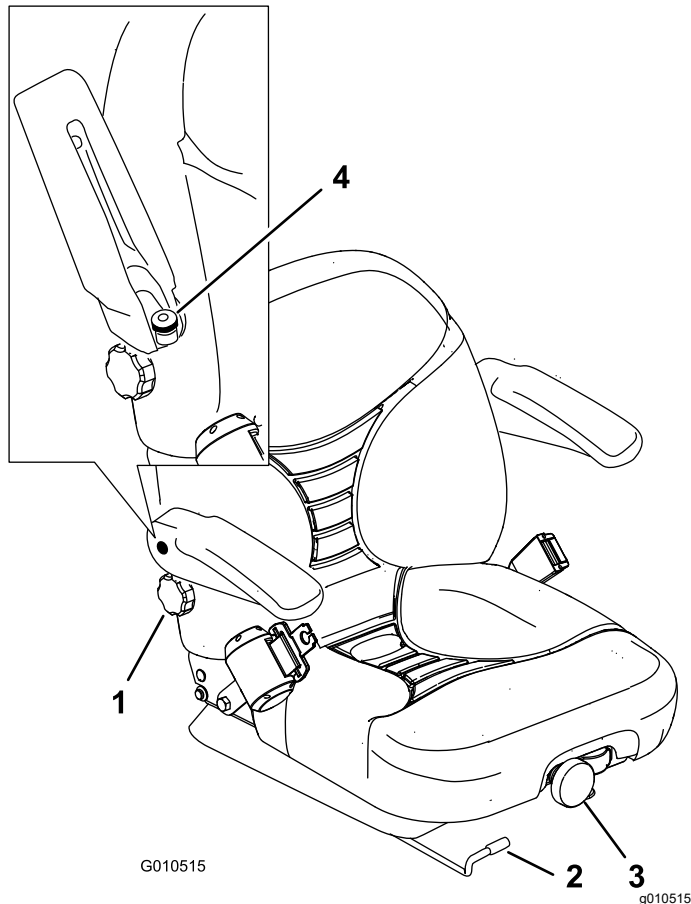

Figura 31
1. Mueva la palanca lateralmente para desbloquear el asiento (Figura 31).
Para ajustarlo, gire el pomo situado en la parte delantera en cualquier sentido hasta encontrar la posición más cómoda (Figura 31).
Para ajustarlo, gire el pomo situado debajo del reposabrazos derecho en cualquier sentido hasta encontrar la posición más cómoda (Figura 31).
Levante el reposabrazos y gire el pomo en cualquier sentido hasta encontrar la posición más cómoda (Figura 31).